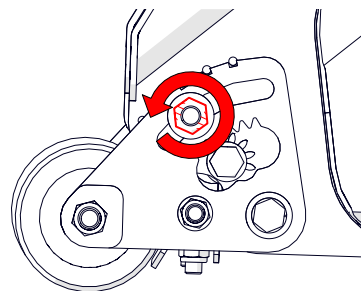

Fig. 8E - Aflojar la tuerca de sujeción superior del cuadrante del rodillo
6. Afloje la tuerca de sujeción superior del cuadrante del rodillo [con la llave fija de 19 mm] (Fig. 8E). Repita la operación en el cuadrante del lado opuesto.